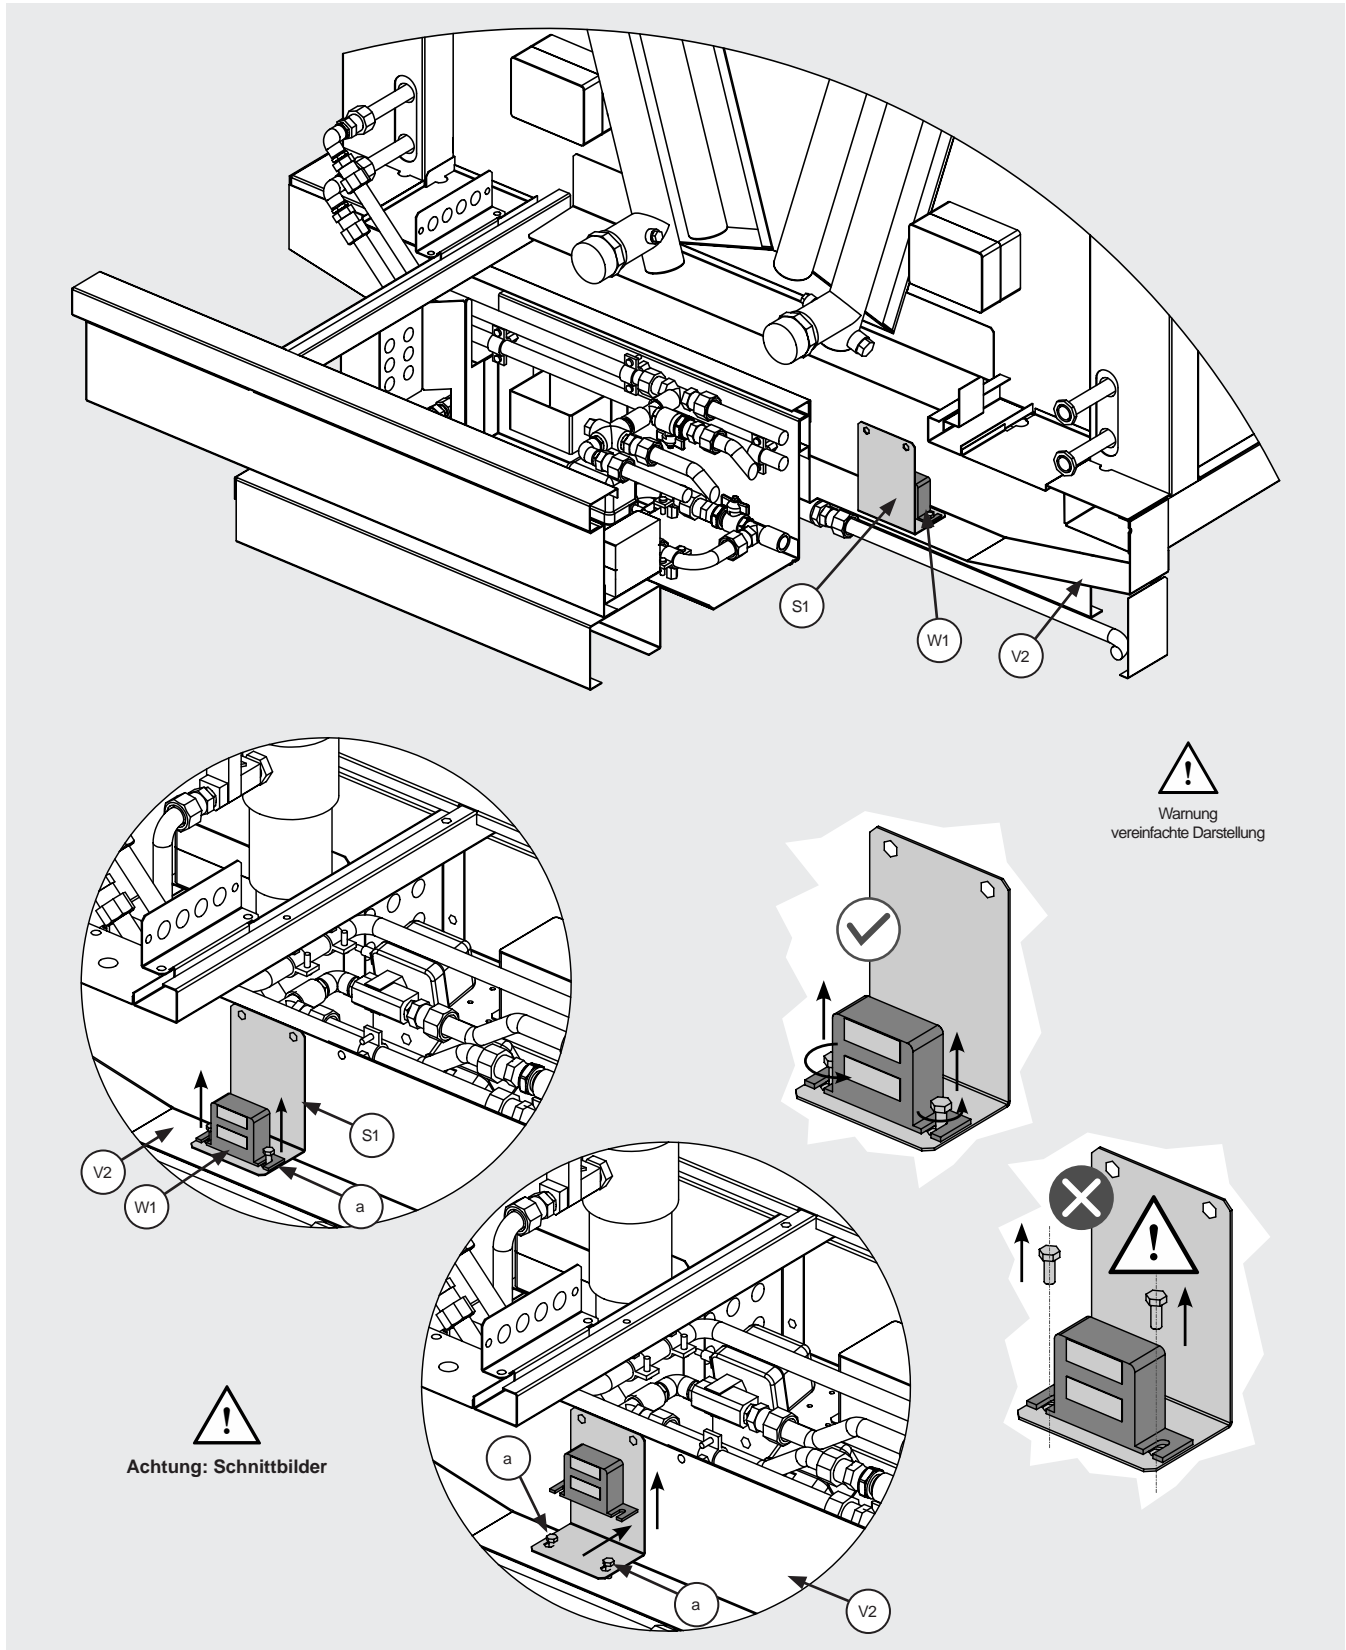

Abbildung 31
- 12.16.4 Zum Austausch des Niveauschalters (W1) siehe Abbildung 31. Der Niveauschalter (W1) befindet sich auf einer Halterung (S1), die ihn in Position hält.